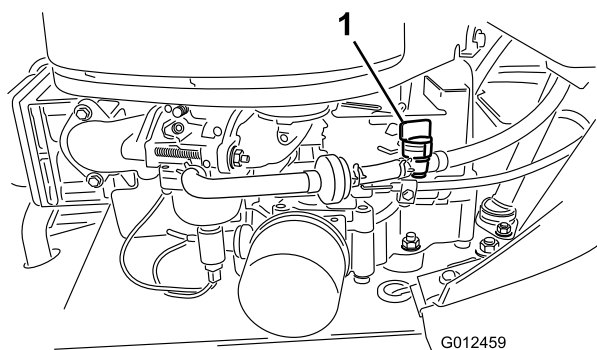

Bild 31
6. Schließen Sie den Kraftstoffhahn (Bild 31).
7. Drücken Sie die Enden der Schlauchklemmen zusammen und schieben diese weg vom Kraftstofffilter (Bild 31).